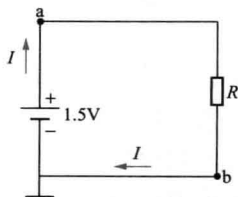

图 1-3 电池组成的闭合回路图
在实际用电当中,以电池组成的闭合回路,电流是从电池的正极流出,经过负载,再流入电池的负极。如图 1-3 所示,电流不仅有方向,而且有大小之分。为了能定量地描述电流的大小,我们通常把在某一单位时间内,通过某横截面的电荷数的多少,就定量为电流强度 (I)。将电荷数的多少用电量 q 表示,单位时间用 t 表示,那么得到电流基本运算公式如下:
习惯上，我们经常把某一点的电压称作电位（或电势）。如图 1-3 所示，干电池⊕极处为高电位，负极为零电位处；a 点也为高电位，b 点为低电位。而两点之间的电位差就为这两点间电压差（或称为电位差、电势差），习惯上就称为电压。图 1-3 中， $U_a - U_b = U_{ab} = U_R$ ，即为电阻 R 两端的电压。它总是和电路的两个点的位置有关，电压仍然有方向性，电压的方向规定为由高电位端（+极）指向低电位端（-极），也就是电位降低的方向。例如，图 1-3 中电压方向是由电池的正极（+）指向电池的（-）极，在电阻 R 上产生电压降。
习惯上，高电位处我们就用这位置实际电压数值表示，而低电位的负极用“⊥”或“⊥”表示零电位处，常称电位地。如图 1-3 所示中 a 点用 1.5V 表示，b 点处用“⊥”表示零电位。
我们知道, 电是用电压和电流来描述的, 那么电流与电压有什么关系呢? 在图 1-3 中, 电阻 R 是对电流起阻碍作用的, 这个